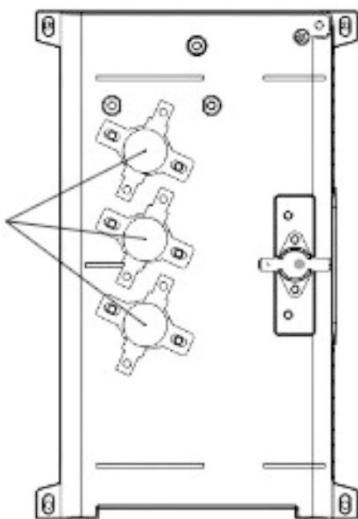

Рис. 26. Ручное восстановление термостатов
- Поочередно нажмите кнопки взвода в центре термостатов (см. Рис. 26), пока один из них не издаст щелчок.